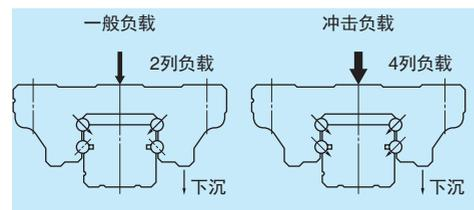

图 5 耐冲击性
- 滚珠型直线导轨通过采用哥特式沟槽，在超高负载（冲击负载）的情况下，即使通常不承受载荷的非接触面，也能够承受高冲击载荷。（图 5）